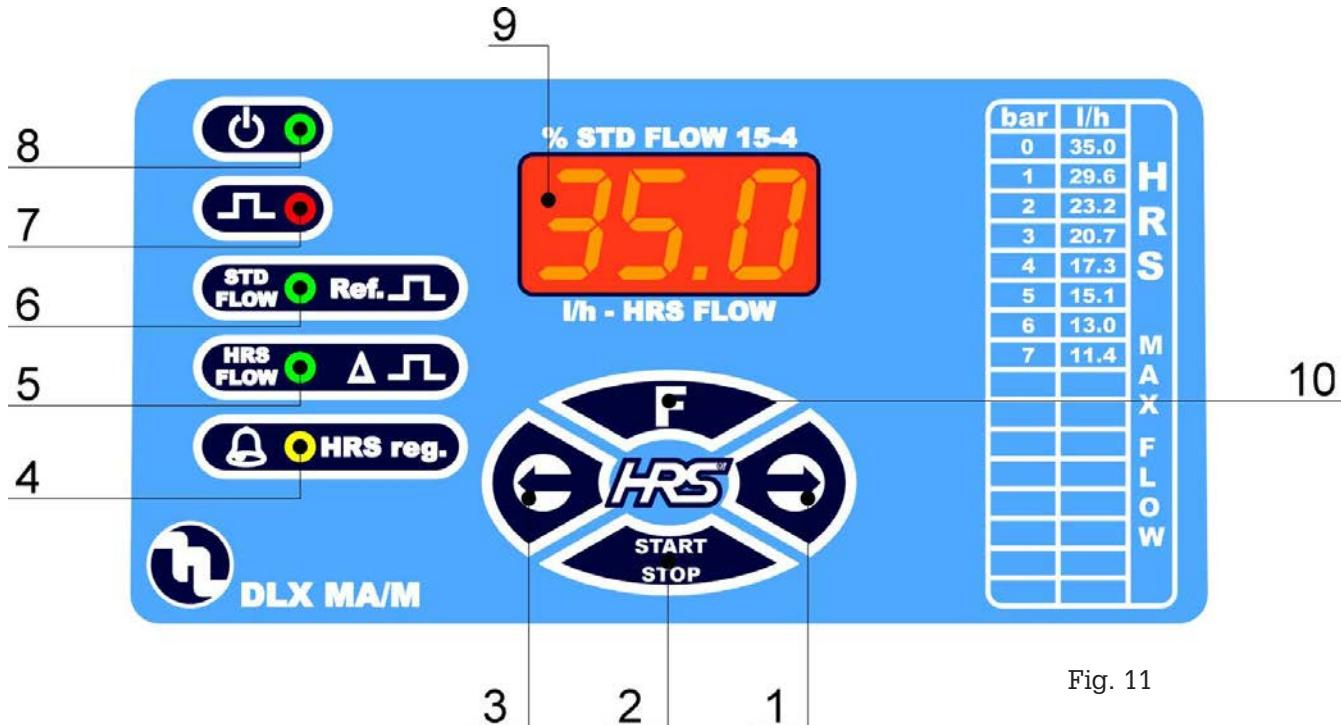

Fig. 11
2. avec la pompe en attente et une fois en mode HRS à une pression spécifique réglée, appuyer sur la touche F (cf. fig.11 page 42 - touche 10) jusqu'à ce que la valeur de débit apparaisse sur l'afficheur en litres/heure;
3. appuyer simultanément sur les deux flèches gauche et droite (cf. fig. 11 - touches 3 et 1) pendant une seconde; la valeur reproduite sur l'afficheur commencera à clignoter;
4. manipuler à nouveau les flèches gauche et droite afin de modifier cette valeur avec la valeur mesurée et enclencher la touche Start/Stop (cf. fig. 11 - touche 2) pour valider cette donnée; la pompe repart en la mémorisant.
6.1 - COMMANDES (Fig. 11)